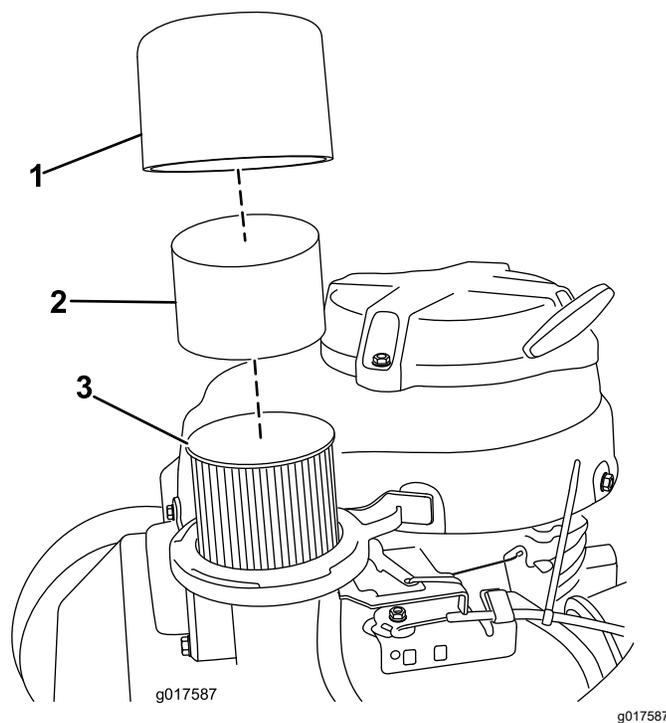

Figura 24
3. Retire la tapa y límpiela a fondo (Figura 24).
4. Retire el pre-limpiador de gomaespuma y lávelo con un detergente suave y agua, luego séquelo apretando suavemente con un paño (Figura 24).
5. Retire e inspeccione el filtro de aire de papel (Figura 24); deséchelo si está excesivamente sucio.